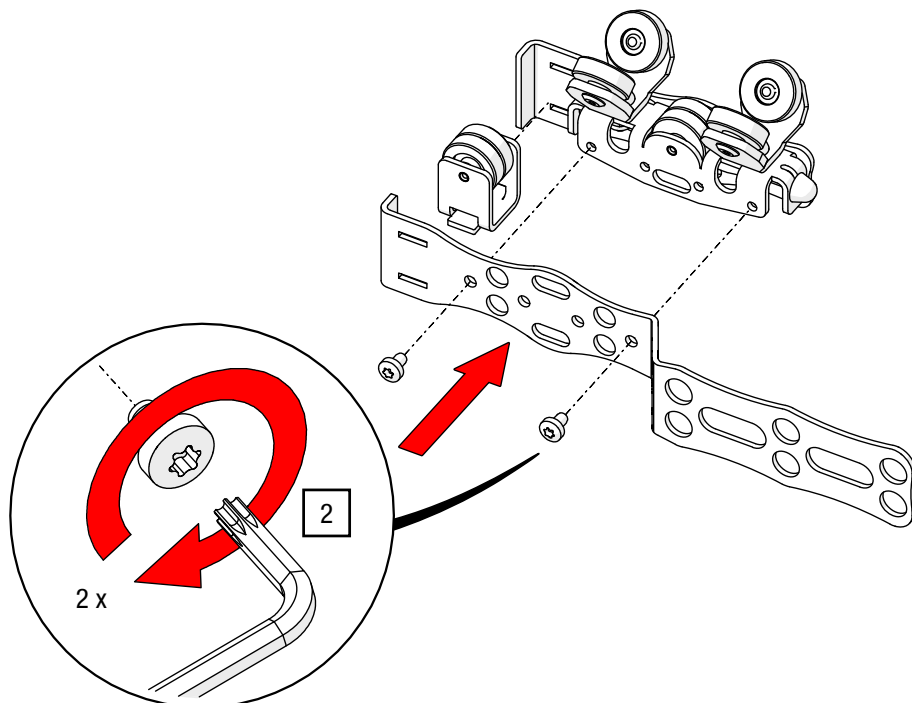

Abb. 54: Umbau Zugwagen mit Überzugbügel – Überzugbügel montieren
2. Stecken Sie die Stützrolle in die vorgesehene Nut und verschrauben Sie den Zugwagen mit dem Überzugbügel und dem seitlichen Ösenblech mit einem TORX®-Schlüssel T20, bis das Blech am Zugwagen anliegt (siehe Abb. 54).